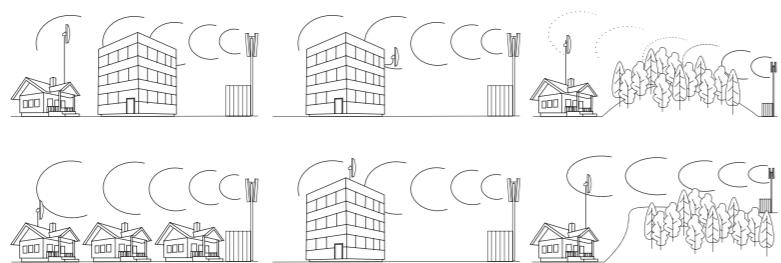

Рисунок 1 – Варианты правильной установки антенны
3. Смонтируйте стеновой кронштейн или мачту, предназначенные для установки антенны (кроме случая установки на уже имеющиеся конструкции, мачты или кронштейны). При этом учитывайте длину коаксиального кабеля, соединяющего антенну и оборудование – расстояние от точки монтажа кронштейна/мачты до места установки модема или терминала ограничено его длиной. Наиболее верное решение – разместить оборудование как можно ближе к антенне. При выборе места установки учитывайте, что перед антенной не должно быть препятствий и металлических предметов ближе 3-5 метров (см. рис. 1).